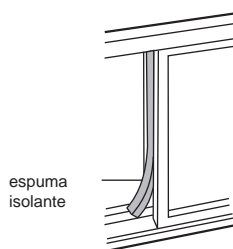

Imagen 15
5. Corte a espuma isolante na longitude correcta e isole o espaço entre a janela e o exterior. (imagen 15)